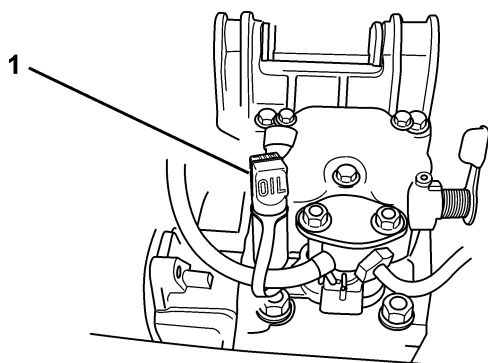

Рисунок 9
1. Снять заглушку с маслозаливного отверстия (**позиция 1, Рисунок 9**).
3. Вставить обратно заглушку (**позиция 1, Рисунок 9**).